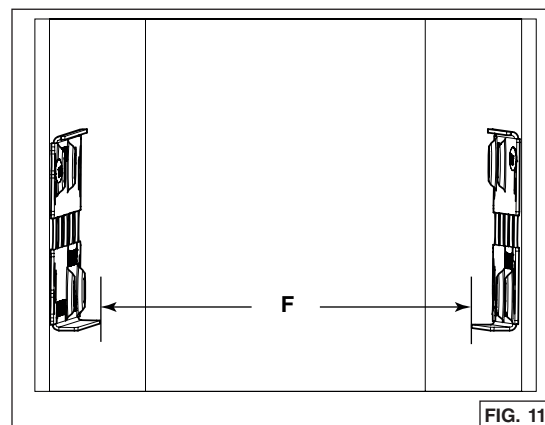

FIG. 11
7. Mesurer la distance entre les rebords du bas des deux supports (F) (FIG. 11). Le tableau ci-dessous indique les distances appropriées nécessaires :